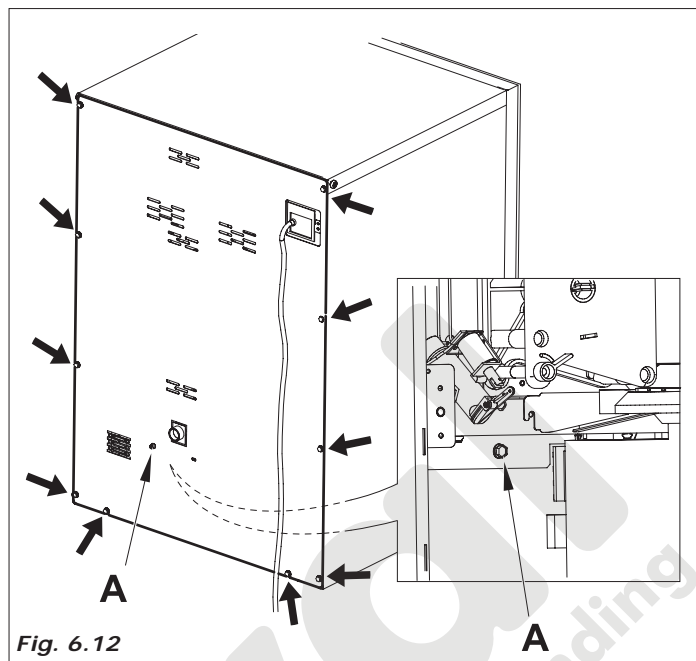

Fig. 6.12
El aparato provee en modo automático al llenado del circuito hidráulico. Retirar la protección posterior para acceder a la caldera, (recordarse de destornillar el tornillo (A) puesto en el interior, accesible desde la parte frontal) (Fig. 6.12) y introducir la llave en el interruptor puerta.